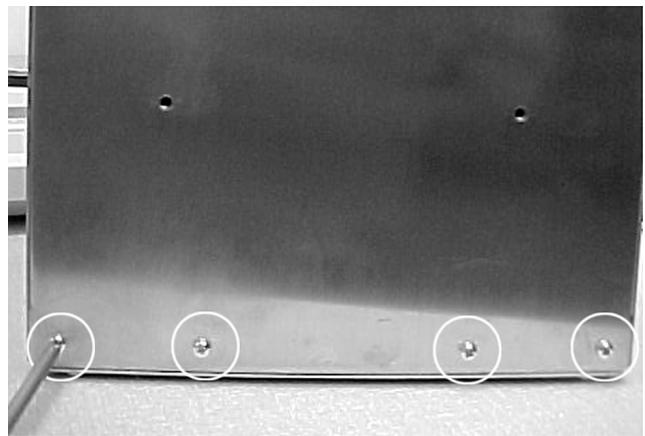

Abb. 5-10 Gebläsestecker und Schrauben abnehmen
4. Siehe Abbildung 5-10. Gebläsestecker trennen und die Schraube neben dem Stecker abnehmen.
5. Siehe Abbildung 5-10. Die 8 Schrauben am Lampenkopfsockel abnehmen (4 vorn und 4 hinten).